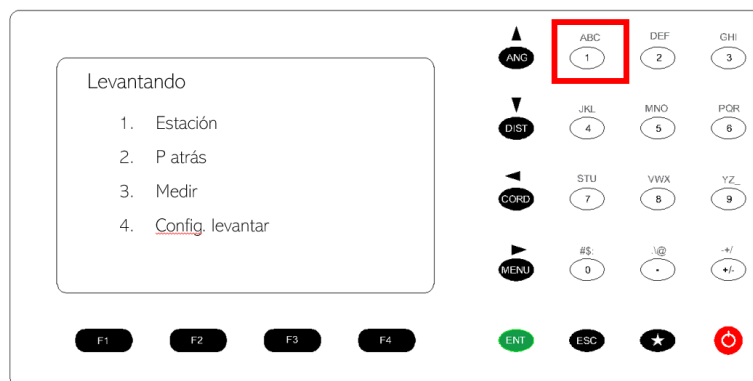

Figura 14. Comando de la estación total para el menú.
19. Presionar botón 1. Estación para entrar al menú de configuración de la estación. Figura 14.